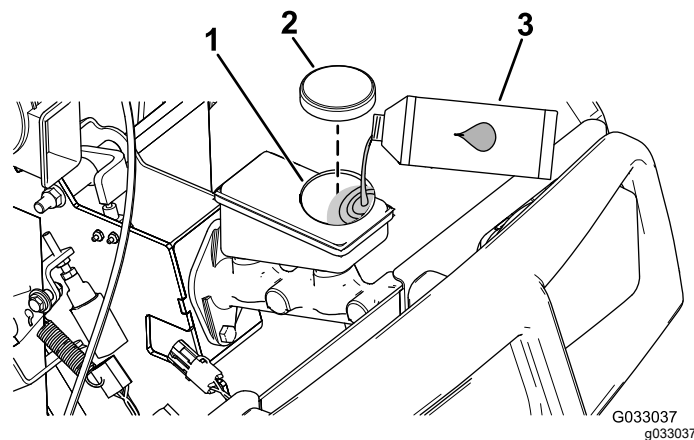

Figura 64
4. Ridicați capota pentru a avea acces la cilindru principal de frână și la rezervor (Figura 64).
- A. Curățați zona din jurul capacului rezervorului și scoateți capacul (Figura 64).